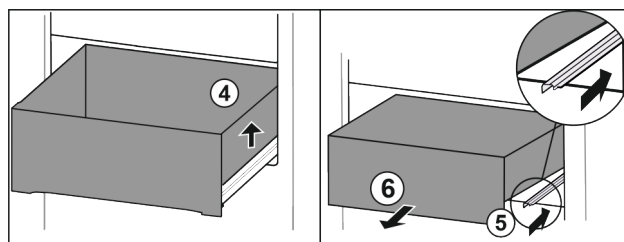

Fig. 72
- Løft skuffen til høyre. Fig. 72 (4)
- Skyv inn høyre skinne. Fig. 72 (5)
- Ta ut skuffen framover. Fig. 72 (6)